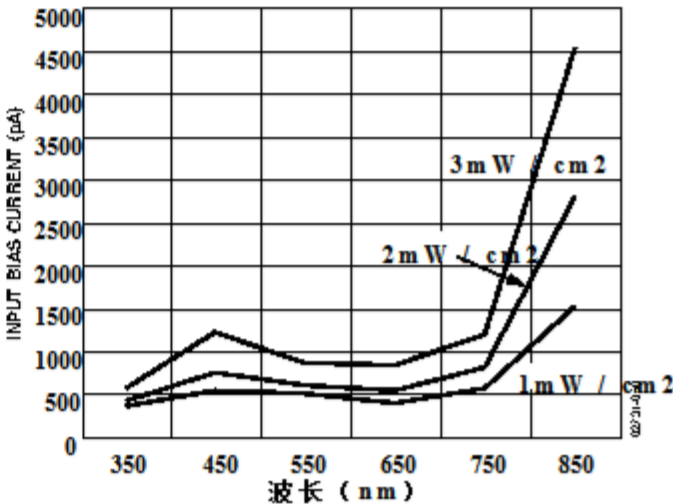

图51. AD8605ACB输入偏置电流对直接照明的响应变化的强度和波长
AD8605ACB (WLCSP封装选项) 本质上是a硅芯片与额外的后制造电介质和用于接触焊料凸点的金属间化学加工在芯片的积极的一面。有了这个包装类型，模具暴露于环境光下并受光电影响。效果: 安装的AD8605ACB的光敏度分析在标准的PCB材料上显示出只有输入偏差电流 (IB) 参数在封装时会受到影响。直接由高强度光照亮。没有退化。由于低照度观察电气性能强度 (0.1 mW / cm²) 环境光。图51显示了IB随着入射波长和强度的增加而增加。光: 我可以达到高达4500 pA的水平，在一个光强度3mW / cm²，波长850nm。光线强度如图51所示，对于大多数应用来说是不正常的，也就是说，即使阳光直射可以具有50mW / cm²的强度，办公室环境光线可低至0.1 mW / cm²。